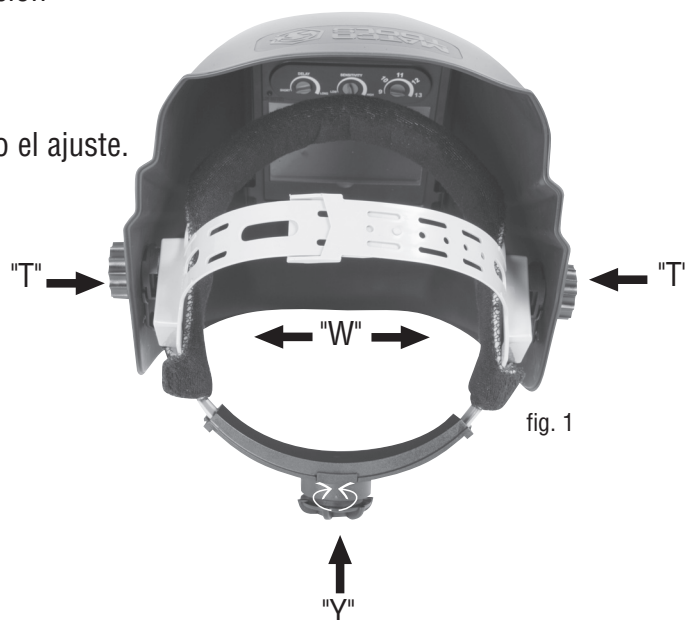

fig. 1
Al girar la perilla en la parte posterior de la cinta, la circunferencia general de la cinta para el pelo puede hacerse más grande o más pequeña (Vea ajuste "Y" en la fig. 1). Se puede hacer este ajuste, aún con el casco puesto, y se permite el ajuste adecuado de tensión para así mantener el caso firmemente en la cabeza sin que éste esté demasiado apretado.
- Si la cinta le queda demasiado arriba o demasiado abajo en su cabeza, ajuste la correa la que pasa por encima de su cabeza. Para hacer esto, libere el extremo de la correa al empujar la clavija de seguridad por el agujero en la correa. Deslice las dos piezas de la correa a una anchura más estrecha o más amplia, según se requiera, y presione la clavija de seguridad en el agujero más cercano. (Vea ajuste "W" en la fig. 1)
Paso 1: Desabroche la tuerca de bloque (Vea "T" en la fig. 1) para ajustar la distancia entre el casco y su cara para la posición invertida. Es importante que cada uno de sus ojos esté de la misma distancia del lente. De otra forma, el efecto de oscurecimiento puede parecer disparado.